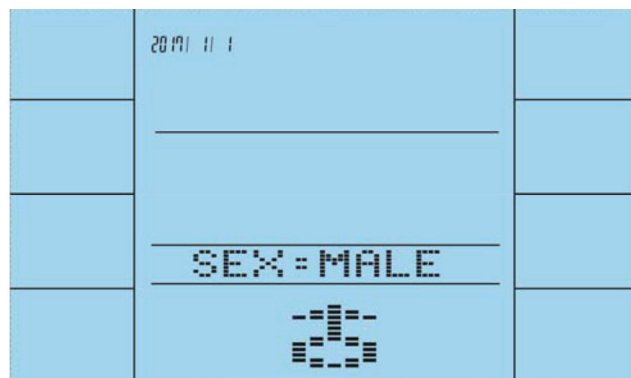

Fig. 7
7. Introduzca los datos de usuario sobre el sexo, la edad, la altura y el peso (fig. 7 a 10).